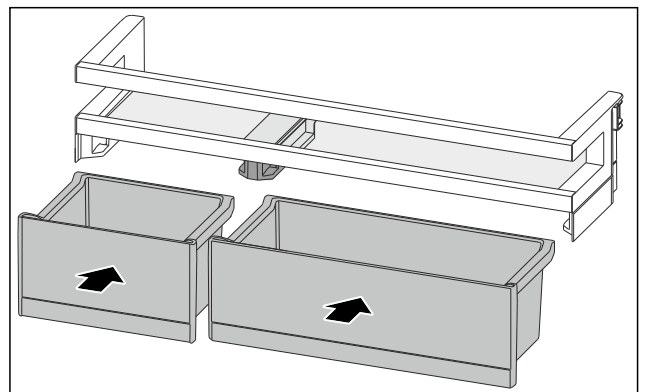

Fig. 86
- ▶ Coloque los VarioBoxes en disposición intercambiada. (consulte Fig. 86)